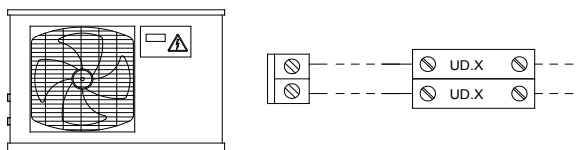
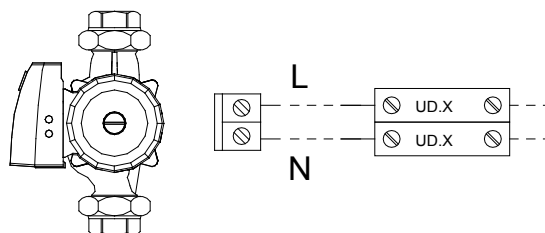

Figura 11
Figura 12
- Nella Figura 11, Figura 12 è possibile vedere alcuni esempi di collegamento di questo morsetto;
- Nella Figura 12 è possibile vedere alcuni esempi di collegamento di questa uscita.